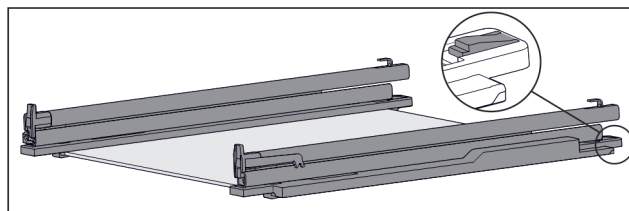

Fig. 133 Glasplatte mit Schienen und Halteteilen
- Halteteil hinten herunterdrücken (siehe Fig. 133) und gleichzeitig Schiene nach hinten schieben.